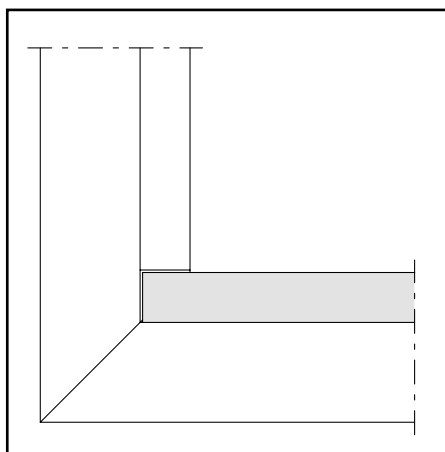
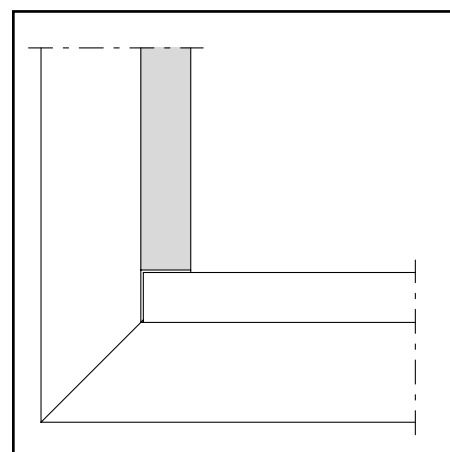

Abb. 5 / Fig. 5 / Fig. 5
Abb. 6 / Fig. 6 / Fig. 6
(Abb. 5/6)**
Damit die Glasleisten im Brandfall dilatieren können, müssen sie auf Untermass zugeschnitten werden. Die horizontalen Glasleisten (Abb. 5) werden durchgeführt, die vertikalen Glasleisten (Abb. 6) dazwischengesetzt.
**Coupe des parclores (Fig. 5/6)**
Afin de permettre la dilatation des parclores en cas d'incendie, il faut les couper à une dimension inférieure à la coté prescrite. Les parclores horizontales (fig. 5) sont posées en continu, les parclores verticales (fig. 6) sont intercalées.
**Cutting glazing beads to size (fig. 5/6)**
The glazing beads must be cut to a dimension smaller than specified to allow for expansion in the event of fire. The horizontal glazing beads (fig. 5) are laid in a continuous strip, the vertical ones are positioned between them (fig. 6).